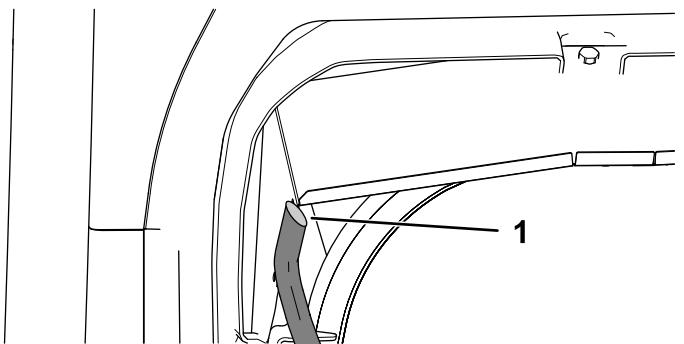

図 44
7. 透明チューブの各端部を 45° に切断する図 44。
8. 透明チューブの端部を樋の下端に合わせ、チューブ先端機体の外側にくるようにして樋に接続する図 44。